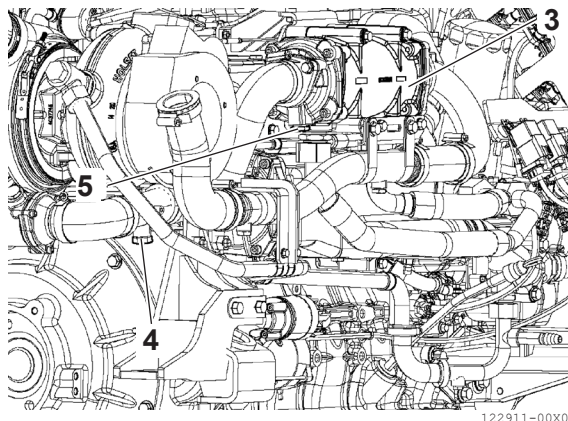

Figure 5
3. Répétez la procédure pour les anodes (**Figure 5, (4)**) et (**Figure 5, (5)**) situées à proximité de l'échangeur de chaleur eau de mer/huile (**Figure 5, (3)**).
- Serrez l'anode (**Figure 5, (4)**) au couple spécifié : 25 N·m.
- Serrez l'anode (**Figure 5, (5)**) au couple spécifié : 30 +/- 3 N·m.